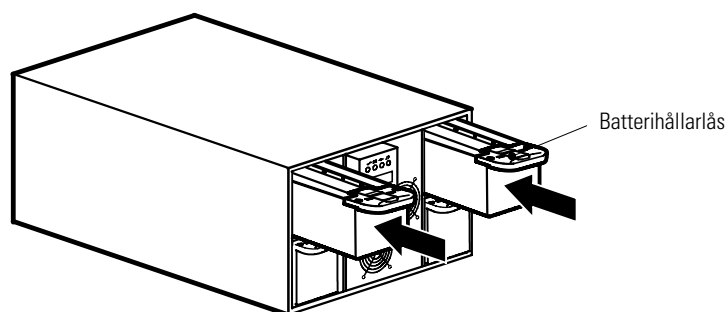

Bild 5. Installera batterihållarna
2. Skjut in batterihållarna i kabinettet (se Bild 5). Skjut in varje hållare tills de låses på spärrhandtagen som håller dem på plats.